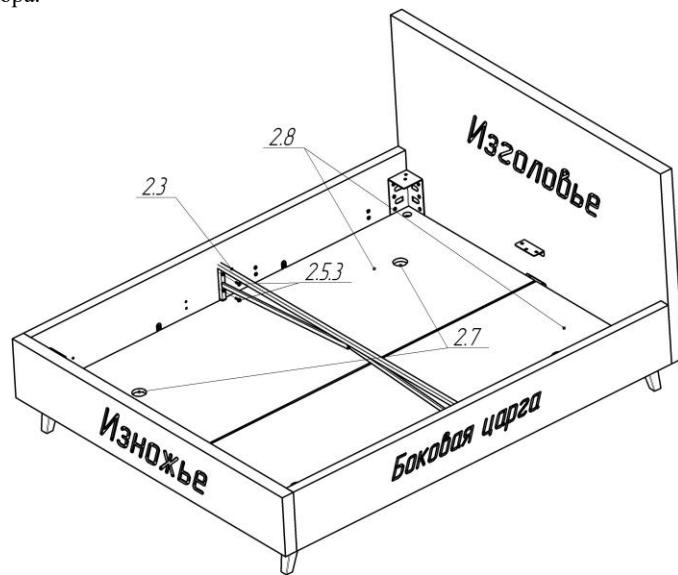

Рисунок 6 – Каркас кровати с бельевым ящиком и распоркой
7. Вставить в каждую плиту ДСП поз.2.8 два кабель-канала поз.2.7. Положить 2 собранные плиты ДСП в кровать на нижние поверхности кронштейнов поз.2.4. Установить распорку кровати поз.2.3 трубой кверху, наживить винты M6x30 поз.2.5.3 (4 шт.) в крепёжные отверстия, затянуть их до упора. (Рисунок 6).